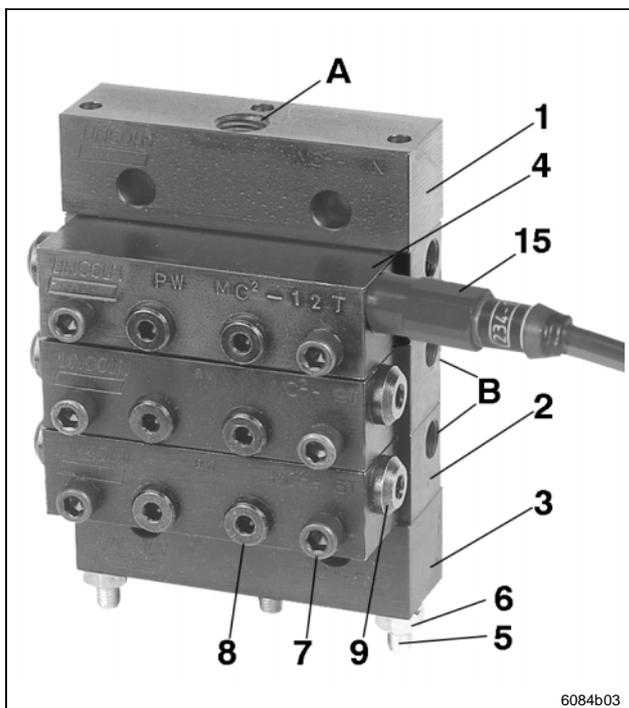

Abb. 1 MC2-Verteilerelement mit Kolbendetektor
- Der Kolbendetektor ist rechts am Verteilerelement (siehe Abb. 1) mit einem Anzugsdrehmoment von 18 Nm ± 10% eingeschraubt.